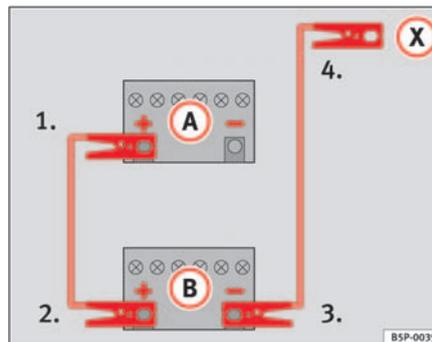

Abb. 172 Schema für das Anklemmen der Starthilfekabel
In der ⇒ Abb. 172 ist **A** die entladene Batterie und **B** die stromgebende Batterie.
1. Klemmen Sie ein Ende des roten Starthilfekabels an den Pluspol ⇒ Abb. 172 ⊕ des Fahrzeugs mit der entladene Batterie ⇒ ⚠.